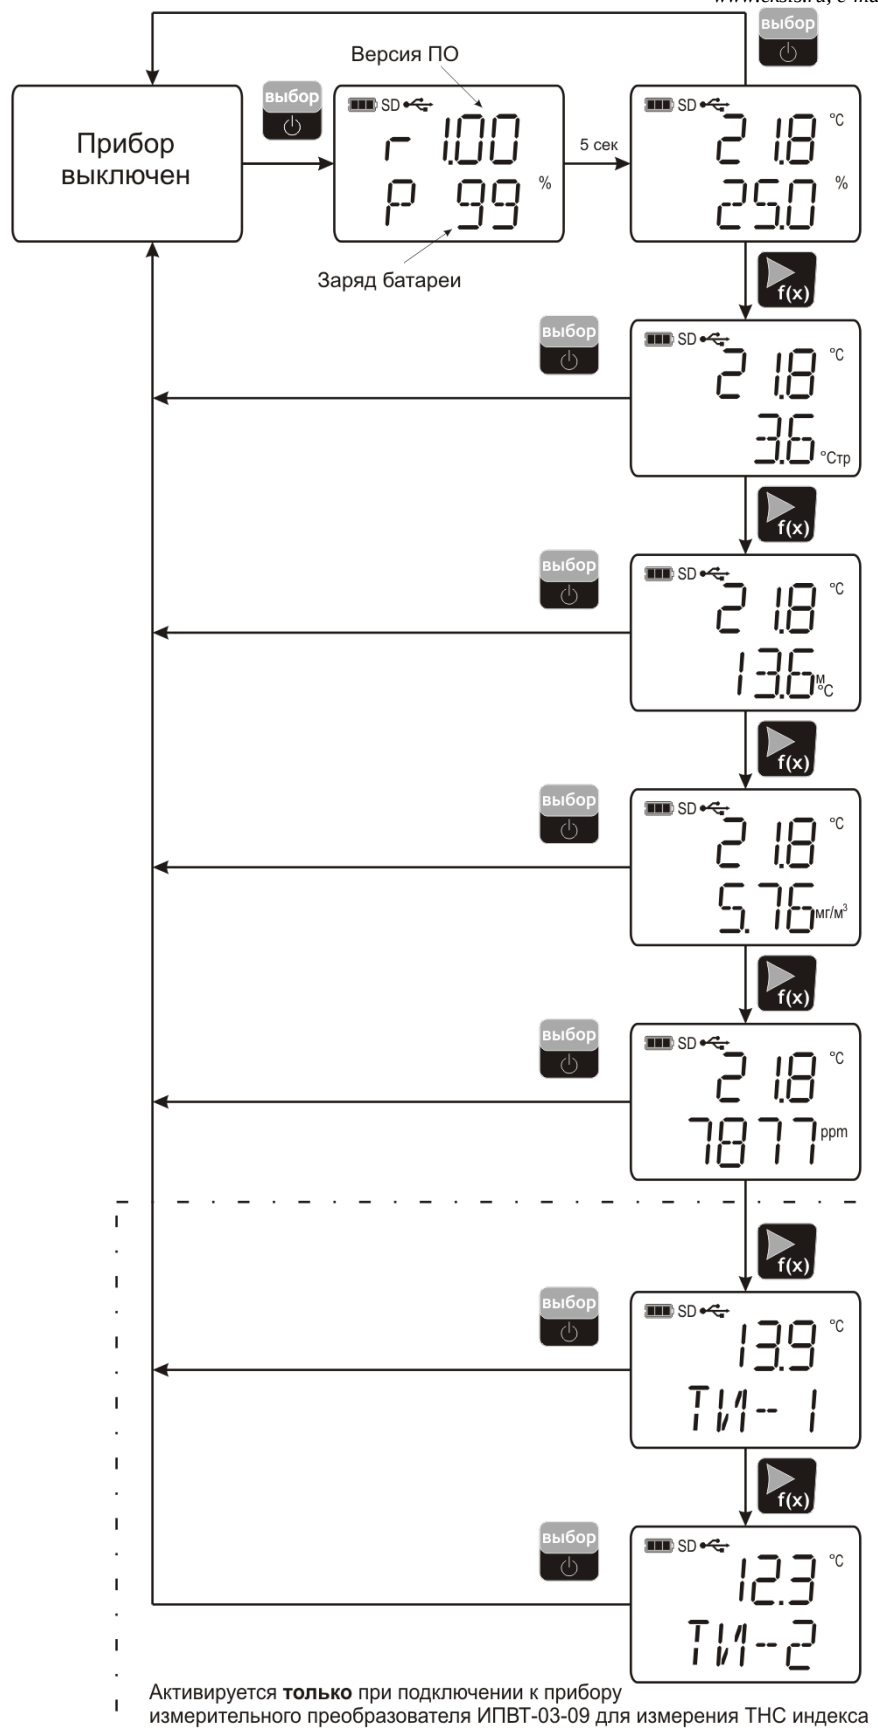

Рисунок 5.1 Режим РАБОТА ИВТМ-7 К(-Д)-1
- 4.6** Для определения индекса ТНС установить преобразователь ИПВТ-03-09 (чёрная сфера, см. **ПРИЛОЖЕНИЕ В**, пункт 6) на штатив-треногу (рекомендуется располагать черную сферу руководствуясь СанПиН 2.2.4.548-96), кнопкой  выбрать требуемый для расчета индекс (ТИ-1 или ТИ-2 (см. рисунок 5.1)), по истечении 15 минут зафиксировать показания прибора.
При эксплуатации прибора его функционирование осуществляется в одном из нескольких режимов: **РАБОТА, НАСТРОЙКА, ВЫКЛЮЧЕН, СПЯЩИЙ РЕЖИМ**. После включения и самодиагностики прибор индицирует версию рабочего ПО, заряд батареи в % (см. рисунок 5.1) и переходит в режим **РАБОТА**.